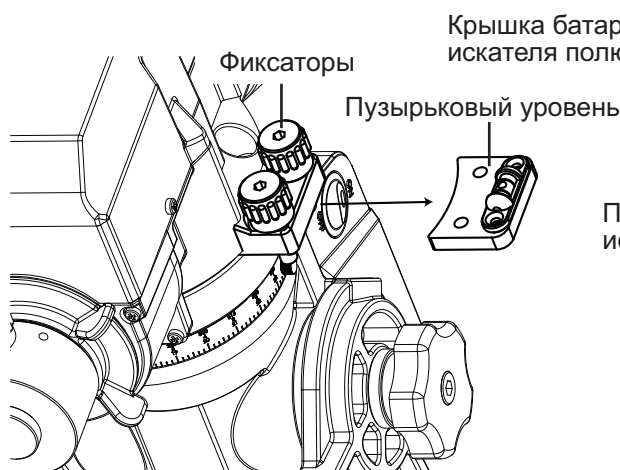
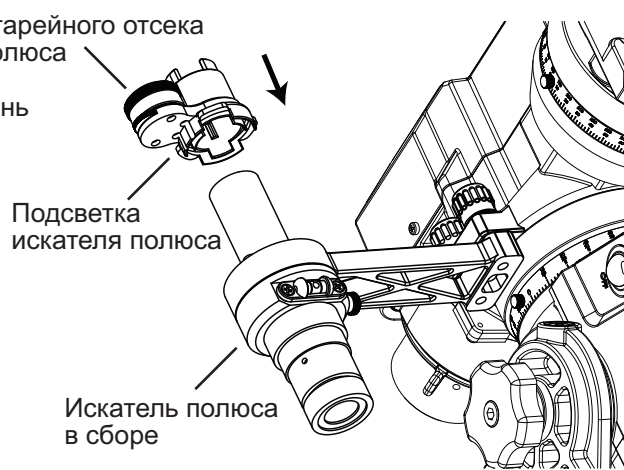

Рис. 3.1a
Рис. 3.1b
2. Ослабив два фиксатора, снимите пузырьковый уровень (рис. 3.1a) и поставьте вместо него искатель полюса. К передней части искателя полюса прикрепите блок подсветки (рис. 3.1b).